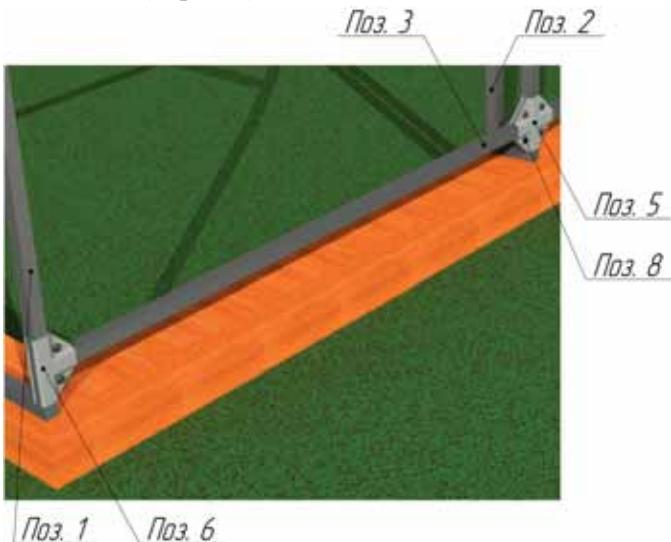

Рис. 6. Монтаж торцов с форточкой и дверью и нижних стяжек
4. Соединить **Поз.3** и **Поз.1** с помощью крепления-спайдер «Т-образный» (**Поз.6**). Закрепить на брусья саморезами или гвоздями (в комплект поставки не входят), (рис. 6).